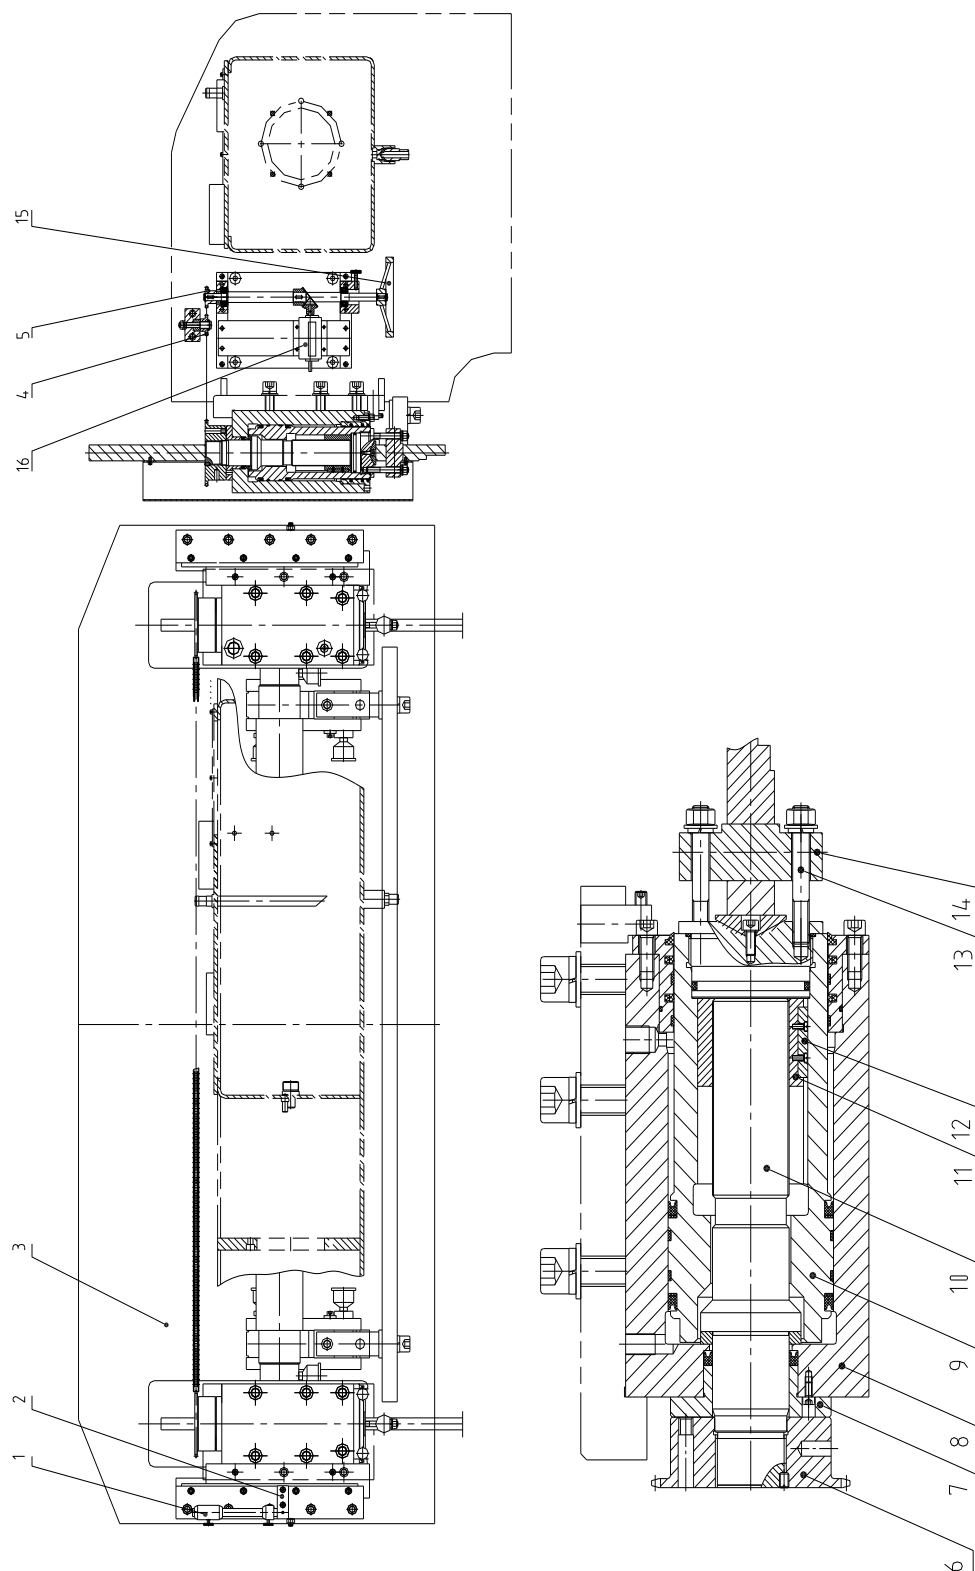

Рис. 4
4.2.2. Механизм регулирования ползуна и хода ползуна (рис.4)